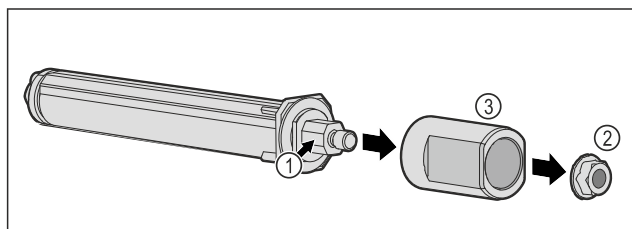

Fig. 54
- 请勿拆解关门系统 Fig. 54 (1)。
- 移除螺母 Fig. 54 (2)。
- 取下轴套 Fig. 54 (3)。